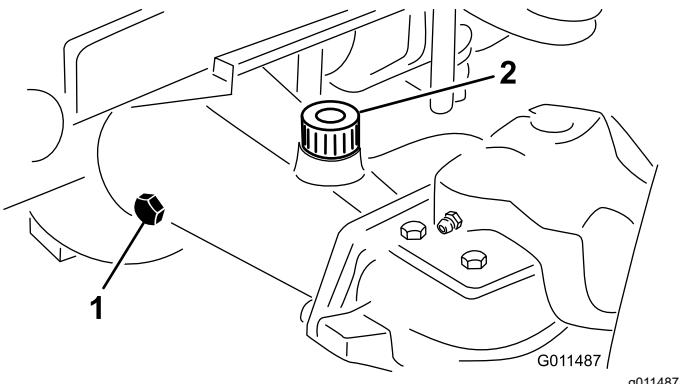

Bild 75
- Entfernen Sie eine Prüfschraube aus einem Ende der Achse und stellen sicher, dass das Öl die Unterseite des Lochs erreicht (Bild 75).